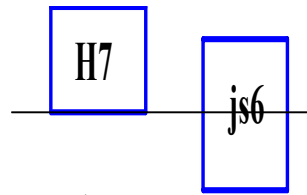

Рис. 1
5. На рис.1 показана схема полів допусків посадки: